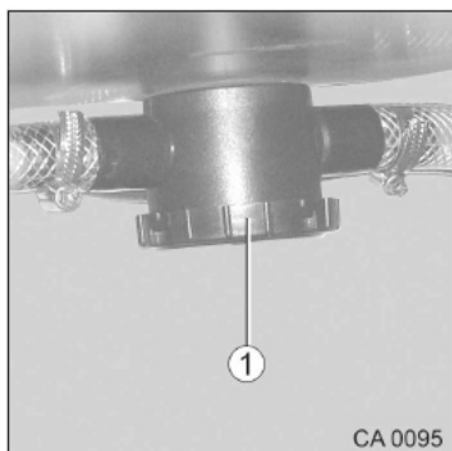

Fig. 149 Siphon
Pour éviter des mauvaises odeurs émanant de l'installation des eaux usées, le camping-car est équipé de siphons (Fig. 149/1).
2. Dévisser le couvercle (Fig. 149/1).
4. Revisser le couvercle (Fig. 149/1) sur le siphon.